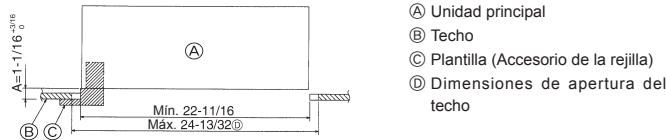

Fig. 3-6
- Cuando la unidad principal no pueda ser alineada contra los orificios de montaje en el techo, se puede ajustar posteriormente gracias a la ranura prevista en la placa de montaje. (Fig. 3-6)